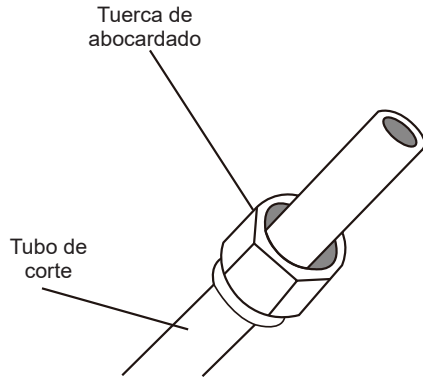

Fig 5.3
3. Abocarde en ambos extremos del tubo. Asegúrese de que estén colocados en la dirección correcta, ya que luego no se podrán cambiar. Ver Fig. 5.3